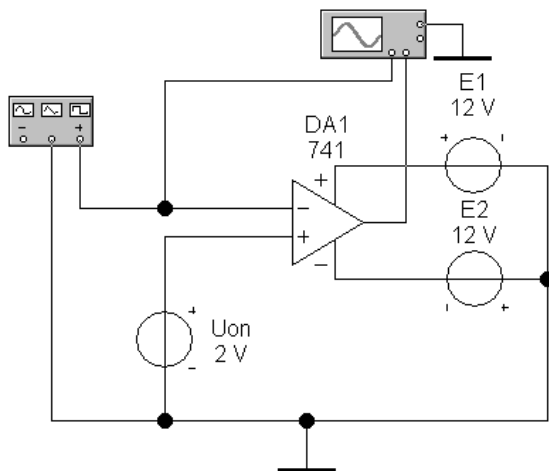

Рисунок 4 – Схема для дослідження компаратора
- 2.1.1 Запустити програму EWB. В меню обрати схему відповідної роботи. Обрати на робочому полі програми схему для дослідження компаратора (рис. 4).